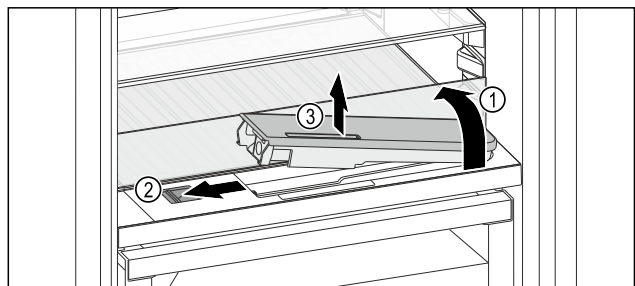

Fig. 129
- ▶ Поднять стеклянную панель и откинуть до упора назад Fig. 129 (1).
- ▶ Сдвиньте ползунок *Fig. 129 (2)* влево.
- ▶ Вынуть бак для воды *Fig. 129 (3)*.